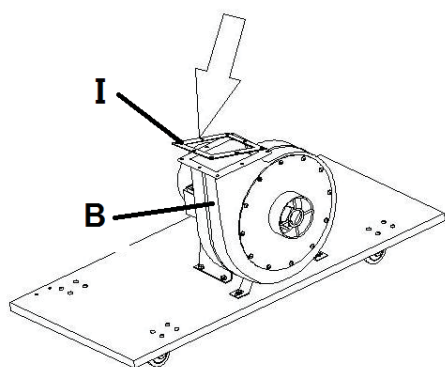

Рис. 5
- Встановіть гумову прокладку, прямокутну трубу і сполучну трубу в корпус крильчатки за допомогою гвинтів, що постачаються, і шайб. Рис. 5 і 6.